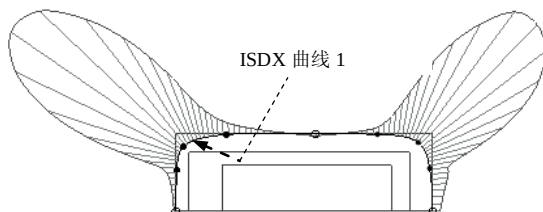
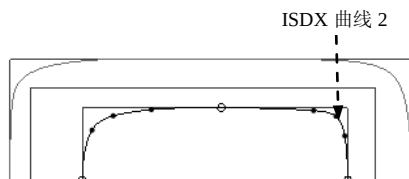

图 8.8.20 ISDX 曲线 1 的曲率图
图 8.8.21 创建 ISDX 曲线 2
(6) 对照曲线的曲率图，编辑 ISDX 曲线 1（可以将活动平面隐藏）。
① 单击  按钮，选择 Course_v1 视图。
② 在 **样式** 功能选项卡中的 **分析** 区域中单击“曲率”按钮 ，系统弹出“曲率”对话框，然后单击图 8.8.20 所示的 ISDX 曲线 1，在对话框的 **比例** 文本框中输入数值 40.0。
③ 在“曲率”对话框的下拉列表中,选择**已保存**,然后单击“曲率”对话框中的按钮,退出“曲率”对话框。
④ 对照图 8.8.20 中的曲率图,对 ISDX 曲线 1 上的其他几个点进行拖拉编辑。此时可观察到曲线的曲率图随着点的移动而即时变化。
⑤ 如果要关闭曲线曲率图的显示,在“样式”操控板中选 **分析** ▾ →  **删除所有曲率** 命令。
(7) 完成编辑后,单击操控板中的按钮。
Step3. 创建图 8.8.21 所示的 ISDX 曲线 2。